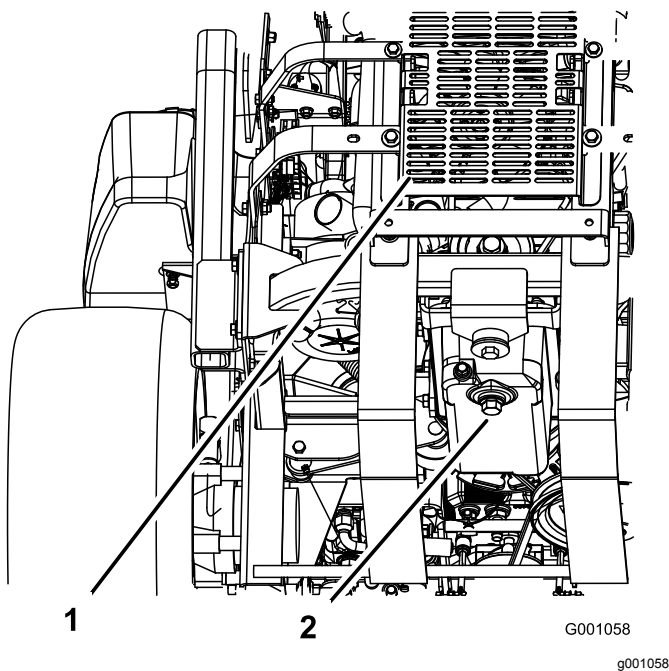

Figura 66
5. Coloque un recipiente debajo del orificio de drenaje de aceite. Retire el tapón de vaciado y deje que el aceite se drene completamente (Figura 66).